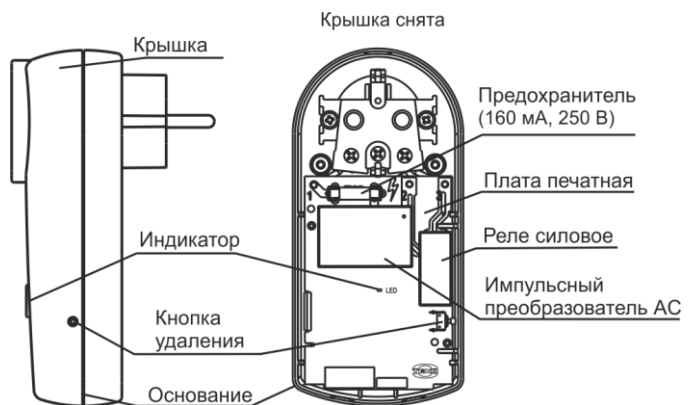

Рисунок 2
**4.1** Конструктивно БРР выполнен в корпусе, совмещенном с вилкой и розеткой на 230 В. Внутри корпуса находится печатная плата с радиоэлементами (рисунок 2).